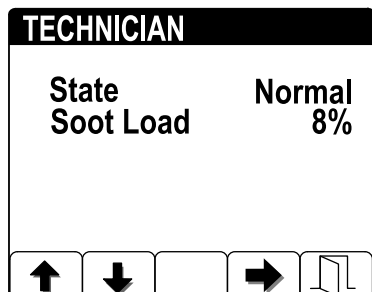

Figura 38
- Verificate il carico di fuliggine misurato come percentuale di fuliggine nel FAP (Figura 38); fate riferimento alla tabella del carico di fuliggine.